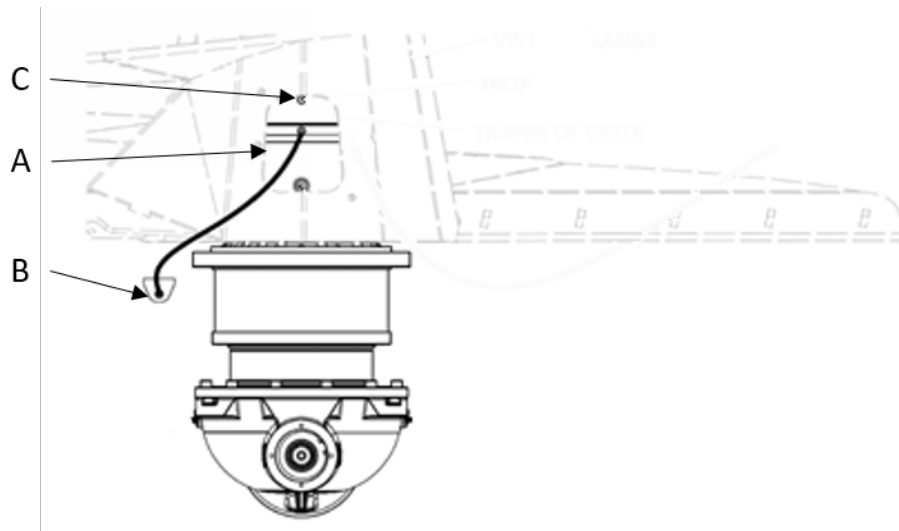

Figure 25 — Graissage des planétaires
Il y a de la matière accumulée dans le cœur de la vis.	Ouvrez la trappe de visite (voir la Figure 25) et nettoyez le cœur de la vis.
1. Retirez la trappe de visite (repère A, Figure 25).
2. Trouvez le port de graissage sous le réservoir d'huile (repère B, Figure 25).
3. Graissez le planétaire jusqu'à ce que de la graisse sorte par le trop-plein (repère C, Figure 25).